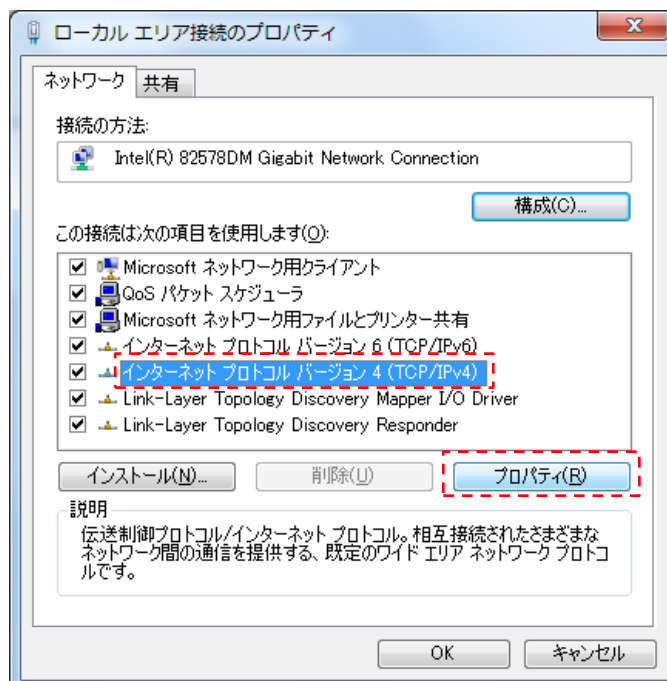

図 3-6 ローカルエリア接続のプロパティ画面
手順③: ローカルエリア接続のプロパティ画面(図 3-6)より、「インターネットプロトコルバージョン 4(TCP/IPv4)」を選択し、「プロパティ」をクリックしてください。